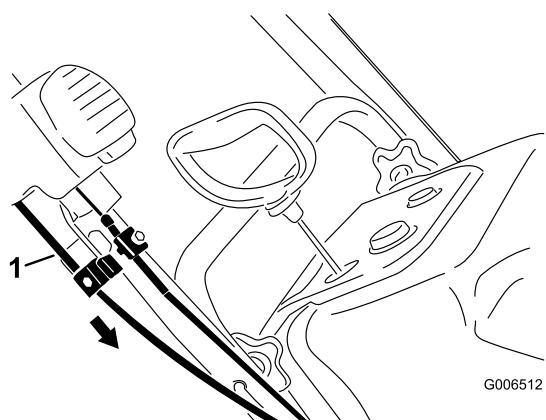

Рисунок 42
- Удерживая желоб направленным строго вперед, потяните вниз оболочку нижнего троса так, чтобы устраниить провисание троса, и затем надежно затяните винт зажима нижнего троса(Рисунок 42).